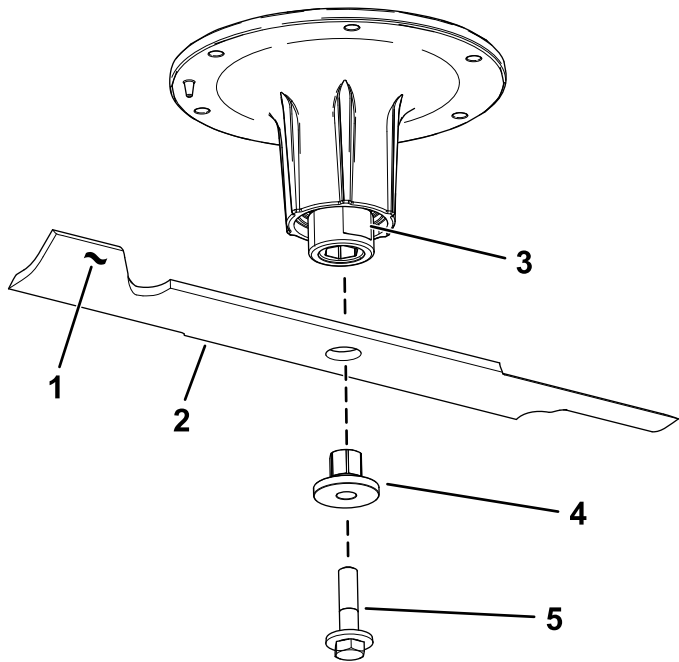

Figure 93
2. Retirez le boulon, la douille et la lame de l'axe de pivot (Figure 93).